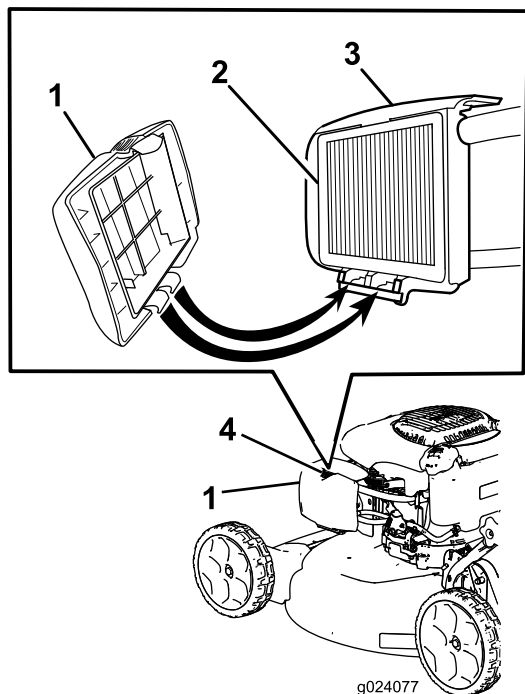

Figure 19
2. Appuyez sur le bouton sur le couvercle du filtre à air (Figure 19) et ouvrez le couvercle.